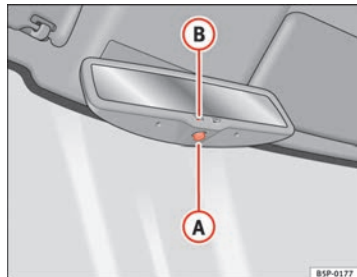

Fig. 65 Retrovisor interior con ajuste automático para posición antideslumbrante.
- Pulse la tecla (A) ⇒ fig. 65. El testigo de control (B) se apaga.
- Pulse la tecla (A) ⇒ fig. 65. El testigo de control se enciende.